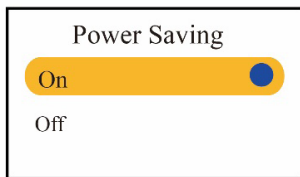

Figura 4.10G Configuración ahorro de energía
- **Power saving mode (Modo ahorro de energía):** Para activar/desactivar el modo ahorro de energía, el valor predeterminado de fábrica es “On”, como se muestra en la Figura 4.10G.